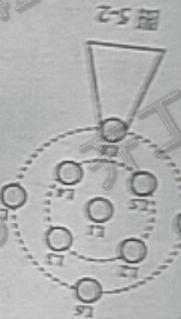

图 5-2
3. 天津之光如图 5-2 所示。启动、停止按钮均为自复位常开触点，要求按下启